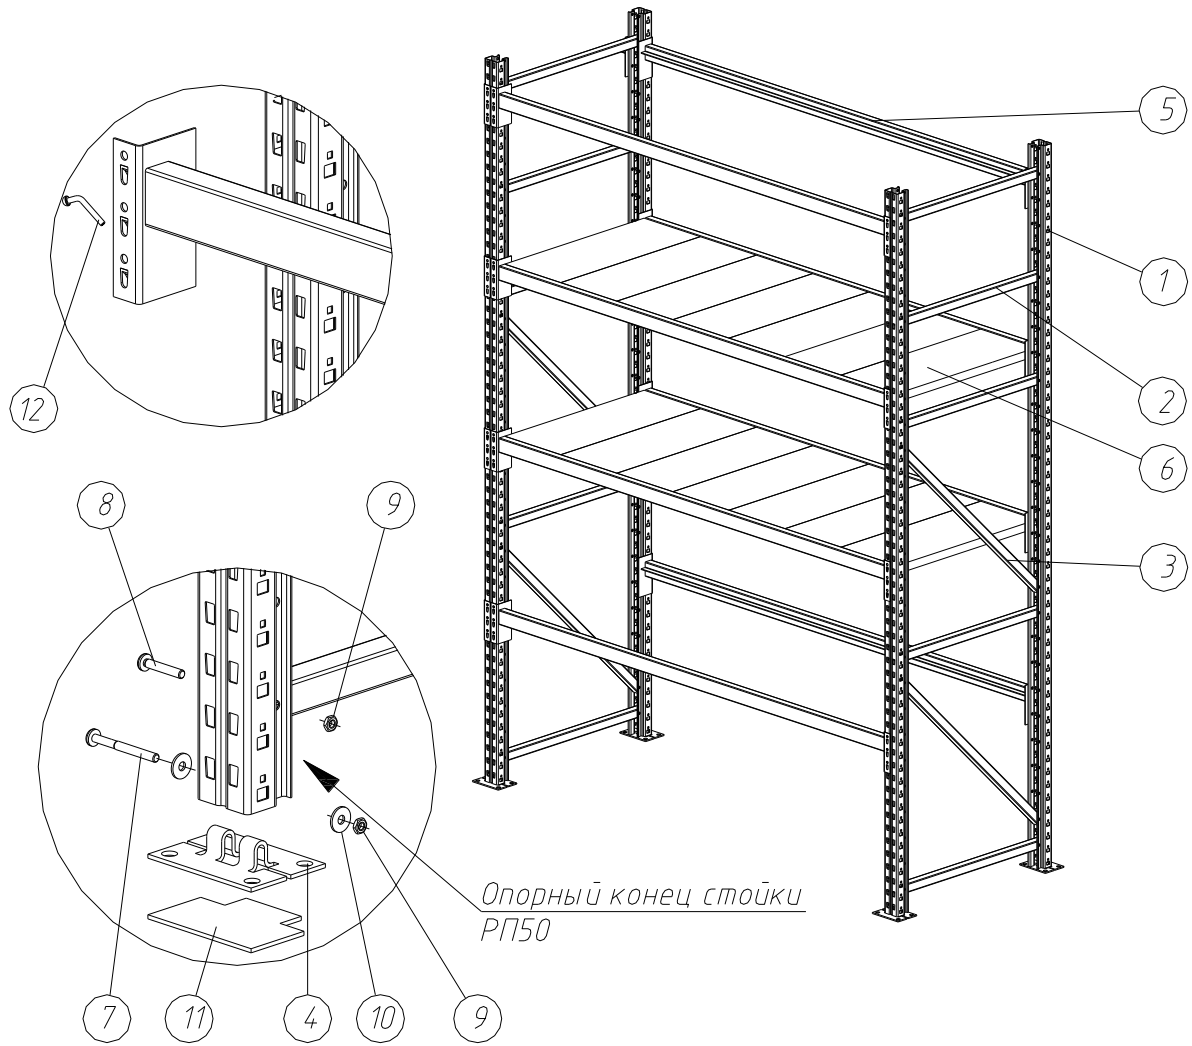

Рис. 2 Схема сборки стеллажной секции
4.1.1. Для сборки рамы стеллажа разложить стойки ПГЭ50 (рис. 2, поз. 1) попарно раскрытой частью профиля навстречу друг другу, нижние (опорные) концы стоек должны быть направлены в одну сторону. Опорный конец стойки показан на рис.2.
4.1.2. Стойки ПГЭ50 соединить между собой связями ПГЭ25 (рис. 2, поз. 2) и раскосами ПГР25 (рис.2, поз. 3) в соответствии со схемой сборки рам стеллажей серии РП 50 (см. рис. 3) при помощи комплекта крепежа - Винт М6х35+Гайка М6 (рис. 2, поз. 8, поз. 9 соответственно). Крепления связей и раскосов окончательно не затягивать.
4.1.4 Закрепить на нижних (опорных) концах стоек опоры ОПГЭ50 (рис. 2, поз. 4) с помощью болтового соединения – Винт М6х60+Гайка М6+Шайба 6,6 (рис. 2, поз. 7, поз. 9, 10 соответственно).
4.2 Установить вертикально рамы на намеченные места монтажа и соединить их между собой попарно, как минимум, четырьмя балками (рис.2 поз. 5).
4.5 Установить оставшиеся балки на рамы попарно. Зафиксировать каждую балку фиксаторами (рис. 2, поз. 12)
4.6 Уложить на балки металлический полочный или настил ДСП (в зависимости от комплектации) (рис. 2, поз. 6).
(рис.2 поз. 11).